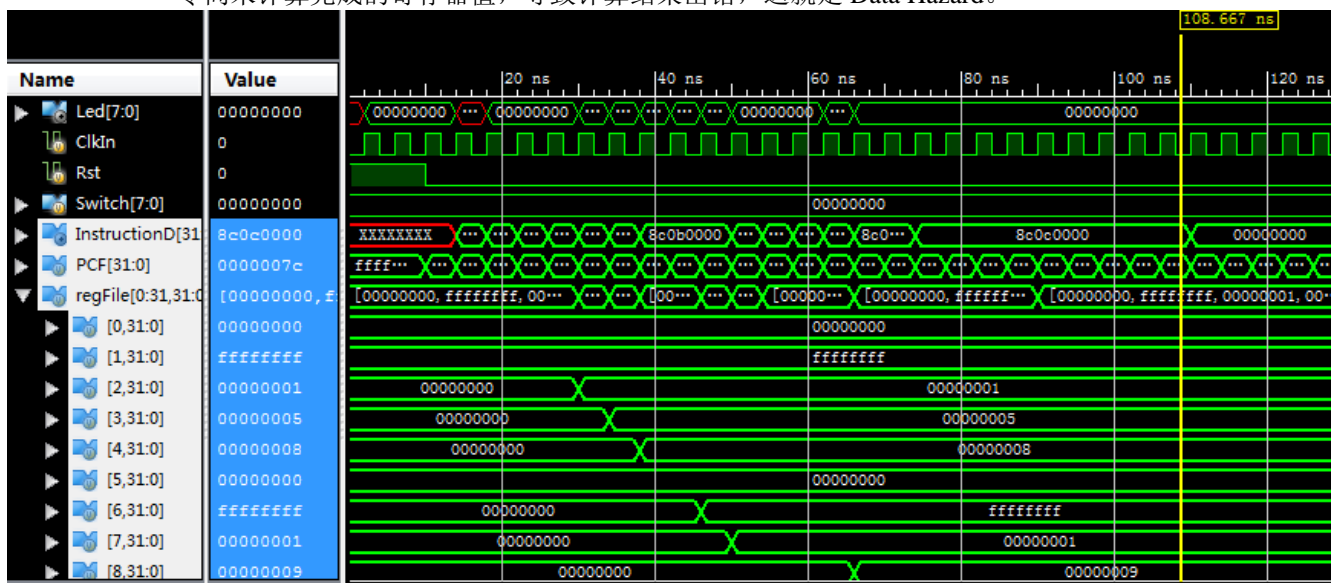

图 19. Data Hazard
- 在 Console 窗口中输入 restart; run 200ns, 重新进行仿真。观察如图 19 的波形可知, \$5 寄存器的值是 0x00000000 和 \$6 寄存器的值是 0xffffffff; 但是通过汇编指令可知, \$5 寄存器的值应该是 0x00000006, \$6 寄存器的值应该是 0x00000007。这是由于流水化处理后, 当前指令用到了前面指令尚未计算完成的寄存器值, 导致计算结果出错, 这就是 Data Hazard。